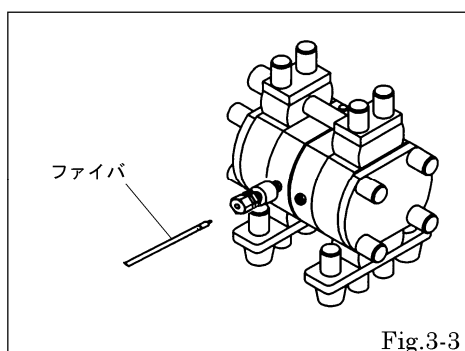

Fig.3-3
- ・ 液体検出ファイバをフィッティングへゆっくりと挿入し、液体検出ファイバの入り切った状態（突き当たり状態）から、0.5～3 mm 戻した位置でフィッティングを締め付けて確実に固定する。（締付トルク：0.46 N・m）[Fig.3-3]